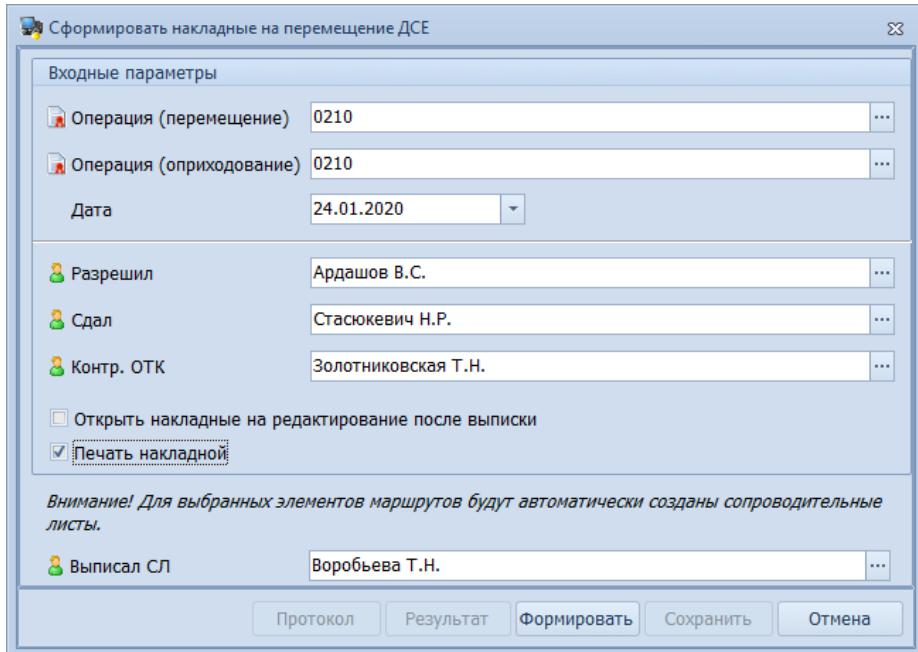

Рисунок 135.Пример ввода параметров в диалоговом окне
- 4.3. Включить опцию (установить галку) «**Печать накладной**» (рис. 135).